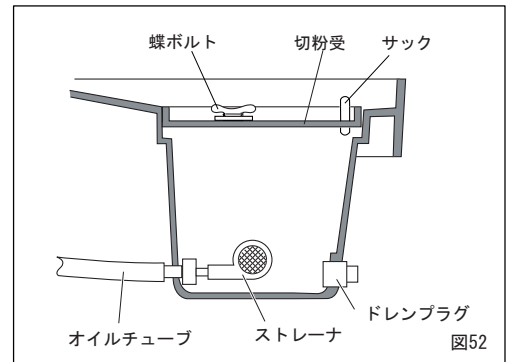

図52
- ・もう一方のカーボンブラシの交換 (図52)
3.オイルタンクの清掃(図52)
細かい切粉がタンク内にたまりますので月に1回程度タンク内をきれいに掃除してください(図52)。